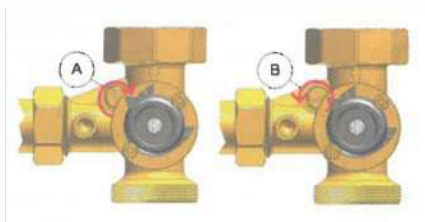

Abb.18: Bypasseinstellung Mischventil
Im Mischventil ist ein Bypass integriert, der im Auslieferungszustand geschlossen ist (Abb.18, Stellung A).
3. Stellschraube Bypass (Abb. 18, Stellung A, 0% geschlossen) durch drehen nach rechts, um 90° öffnen (Abb.18, Stellung B, 100% geöffnet).